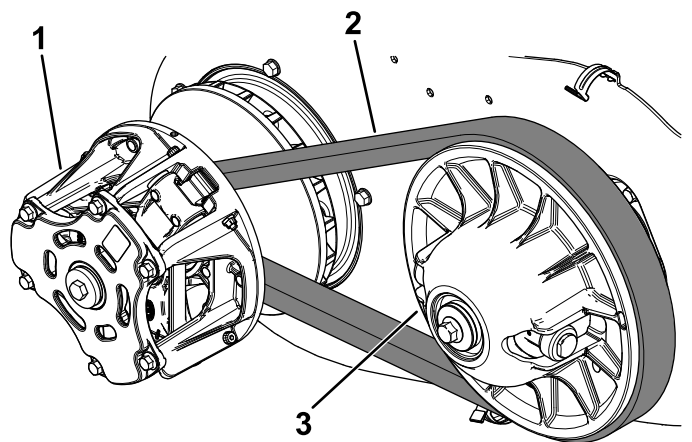

Figura 94
6. Haga girar la correa e inspecciónela (Figura 94) para asegurarse de que no está excesivamente desgastada o dañada.
7. Con aire comprimido, limpie los embragues a fondo para eliminar todos los residuos (Figura 94).
6. Tire hacia arriba de la parte superior de la correa para extraer el embrague secundario y, a continuación, gire y dirija la correa sobre el embrague secundario (Figura 94).
7. Retire la correa del embrague primario (Figura 94).
8. Coloque la correa nueva sobre el embrague primario (Figura 94).
9. Haga girar la correa y llévela sobre el embrague secundario (Figura 94).